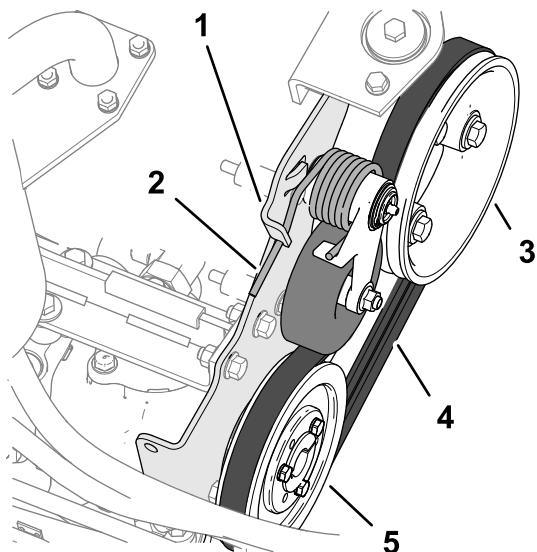

Figura 88
2. Presione hacia abajo el extremo del muelle tensor de la correa y retírelo de la muesca del soporte de la bomba, y mueva el extremo del muelle hacia adelante (Figura 88).